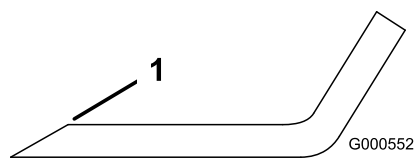

Figure 106
1. Au moyen d'une lime, aiguissez les tranchants aux deux extrémités de la lame (Figure 106).
Remarque: Si la lame est déséquilibrée, limez un peu l'extrémité de l'ailette seulement (Figure 106).